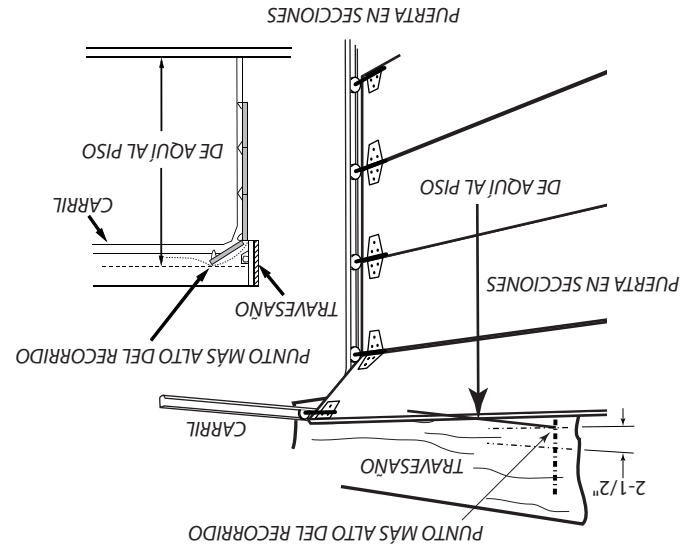

FIG. 2-2 Encontrando el punto más alto del recorrido
• Levante la puerta del garaje hasta que el **borde superior** alcance la altura máxima (Fig. 2-2).
– Mida la altura del borde superior de la puerta al piso (Fig. 2-2).